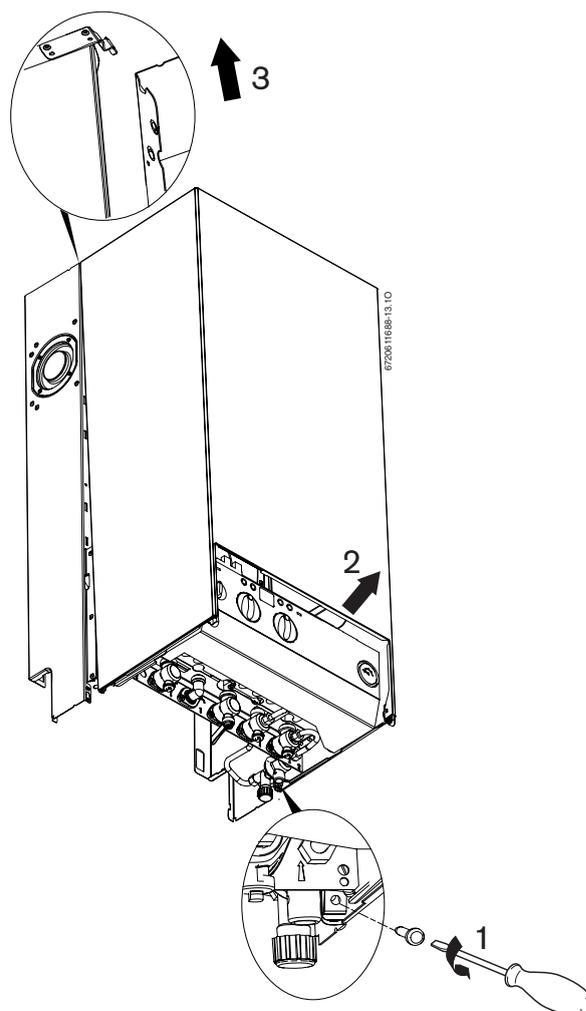

Fig. 7
3.6.1 Smontaggio del mantello (fig. 7)